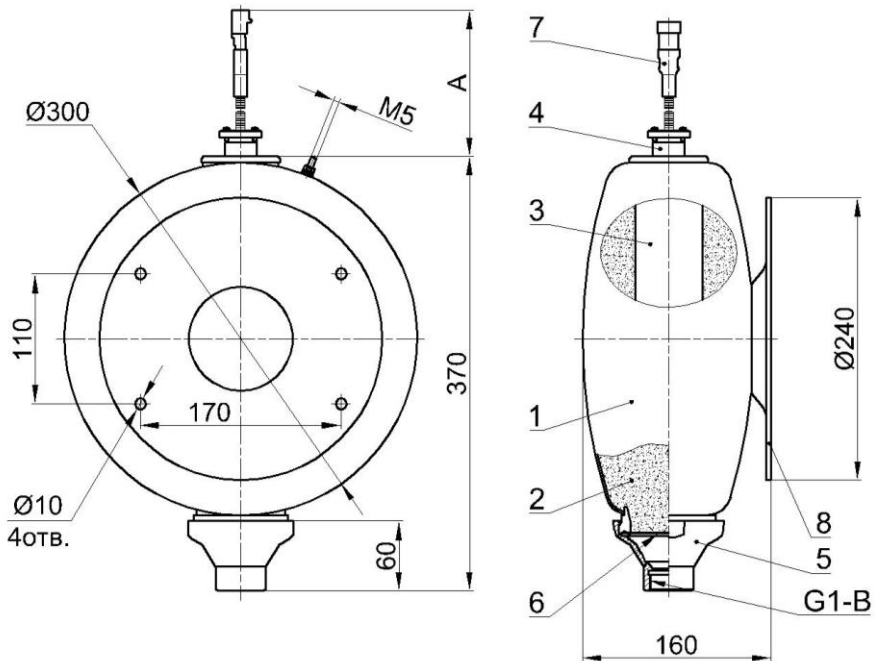

Рисунок 1.1 – Устройство и габаритные размеры модуля Буран-7КДТ
3. Габаритные размеры корпуса модуля, мм	см. рис.1.1, рис.1.2, рис.1.3
4.1 Модуль (см. рис. 1.1, рис. 1.2, рис. 1.3) представляет собой герметичную конструкцию, состоящую из стального сварного корпуса 1 с кронштейном 8, заполненного огнетушащим порошком 2, генератора газа 3, устройства запуска 4, выпускного насадка 5 и разрывной мембраны 6 с насечками. Разрывная мембрана плотно прижата к корпусу выпускным насадком. Устройство запуска имеет электрический разъем 7. Размеры А присоединительных частей устройств запуска приведены в таблице 4. На выходном отверстии выпускного насадка имеется резьба G1 для соединения с направляющим трубопроводом.